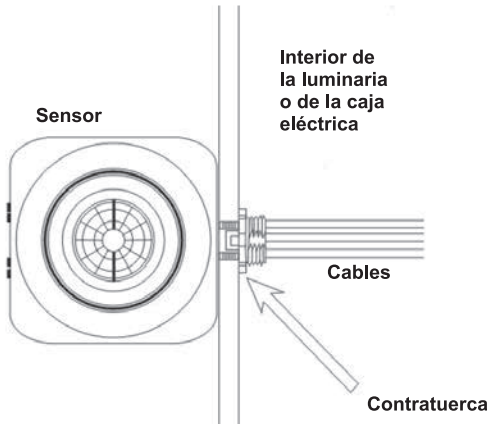

Fig. 3A
2. Deslice la contratuerca sobre los cables y enrosque en la dirección de las manecillas del reloj sobre la boquilla roscada para asegurar el sensor firmemente en su lugar, asegurándose de que los lentes están orientados hacia el área monitoreada (campo de visión). (Refiérase a la Fig. 3A).